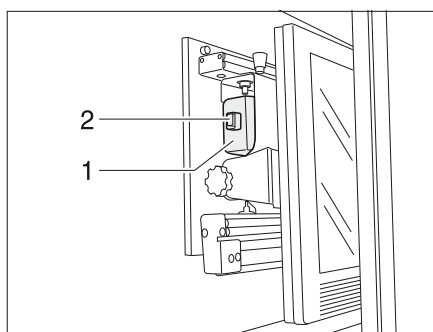

Bild 9 Fäste i TV-skåp
- Vrid TV-apparaten till utgångsläget (Bild 9), lås vid behov läget.
- Skjut fästet för den platta bildskärmen bakåt med hjälp av handtaget (Bild 9,1). Spärren (Bild 9,2) hakar i.